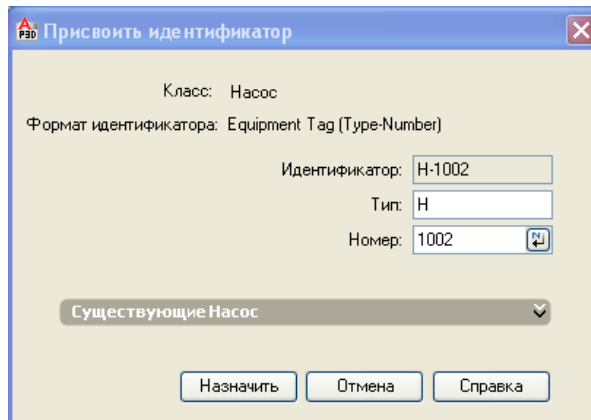

Рис. 70
- Присвойте второму насосу идентификатор **H-1002** с помощью команды **Присвоить идентификатор**  в разделе **Вставка элементов** (Рис. 70).